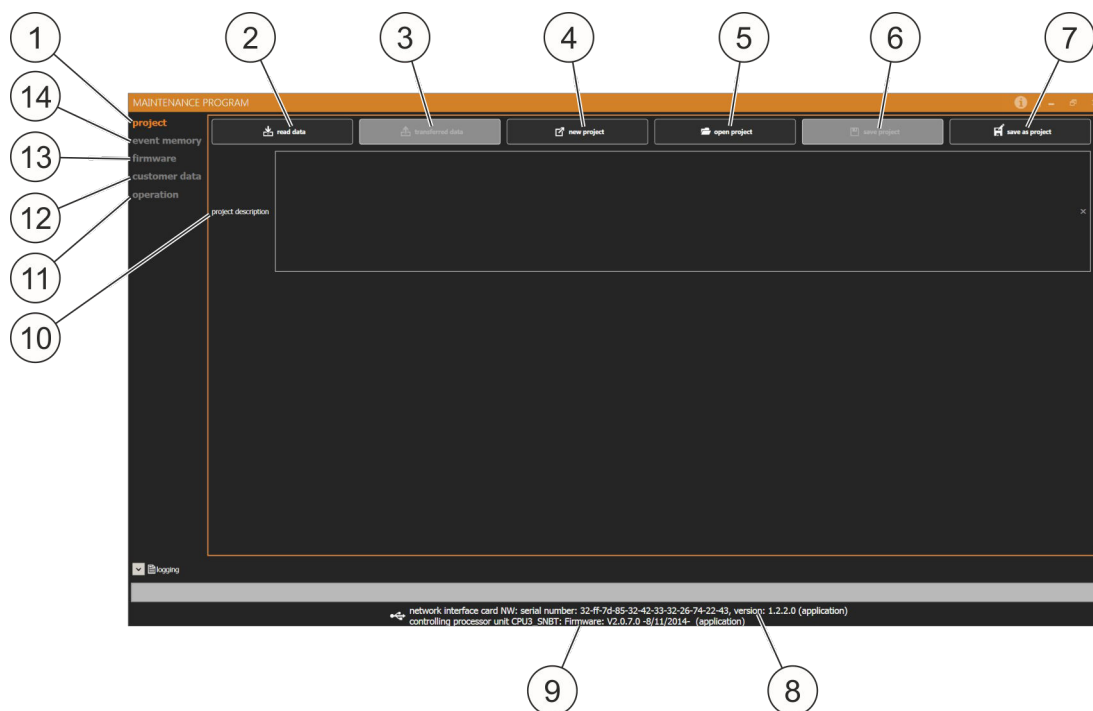

Fig. 67: Página de inicio de Maintenance program
- Project (Fig. 67/1) ↪ *Capítulo 9.3 “Función “Project”” en la página 88*
- Read data (Fig. 67/2) (sombreado en gris si no hay ningún sistema conectado)
- Transferred data (Fig. 67/3) (sombreado en gris si aún no se ha leído ningún dato)
- New project (Fig. 67/4)
- Open project (Fig. 67/5)
- Save project (Fig. 67/6) (sombreado en gris si no se ha abierto antes ningún proyecto)
- Save as project (Fig. 67/7)
- Event memory (Fig. 67/14) ↪ *Capítulo 9.4 “Función “Event memory”” en la página 89*
- Firmware (Fig. 67/13) ↪ *Capítulo 9.5 “Función “Firmware”” en la página 89*
- Customer data (Fig. 67/12) ↪ *Capítulo 9.6 “Función “Customer data”” en la página 89*
- Operation (Fig. 67/11) ↪ *Capítulo 9.7 “Función “Operation”” en la página 91*
- Número de serie de la tarjeta de red, número de versión de la tarjeta de red (Fig. 67/8)
- Versión del firmware (Fig. 67/9)
- En “Project description” (Fig. 67/10) se puede describir el proyecto. Esta descripción se guarda con el proyecto al seleccionar “Save as project” o “Save project” con los datos en el **PC**. La descripción no se transferirá al sistema (EFD III) ni se guardará en el sistema. Al seleccionar los datos procedentes del sistema, no estará disponible la descripción del proyecto.